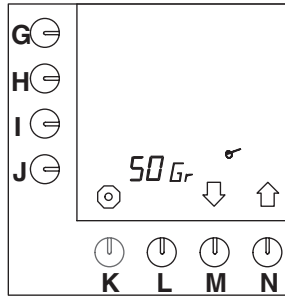

Fig. 48 Koffiecalculator instellen
- Druk op selectietoets (N.)↑ tot fig. 48 in het display verschijnt.